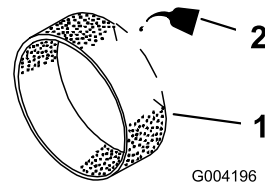

Figura 26
3. Ponga una o dos onzas de aceite en el pre-filtro (Figura 26).